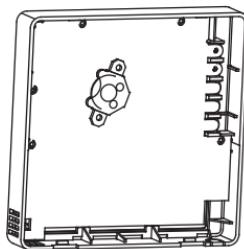

Fig 3-5
- Puneti bateria in amplasament si asigurati-vă ca partea pozitiva a bateriei este in conformitate cu partea pozitiva a amplasamentului (vezi Fig.3-5)